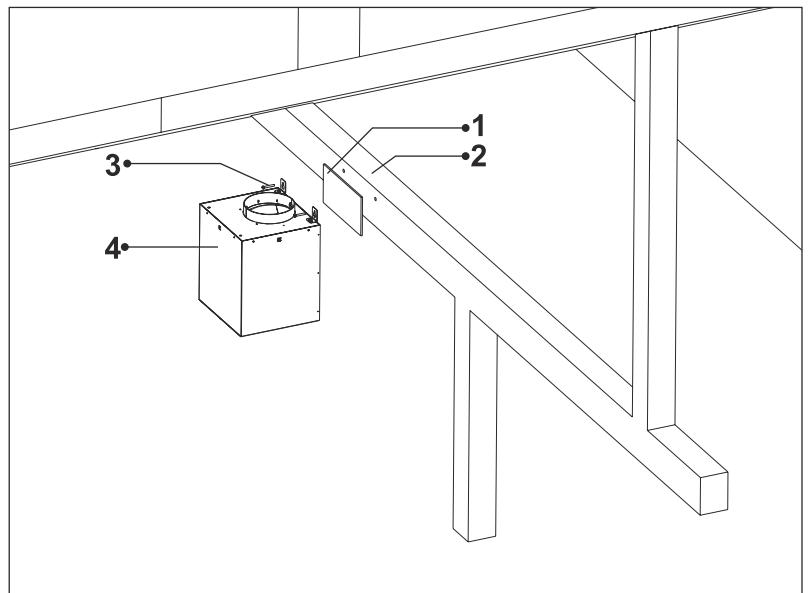

Fig. 16
11. Montér nu den eksterne loftmotor på spærret/lægten med 2 x 5,5x60mm skruer. (Fig. 16).